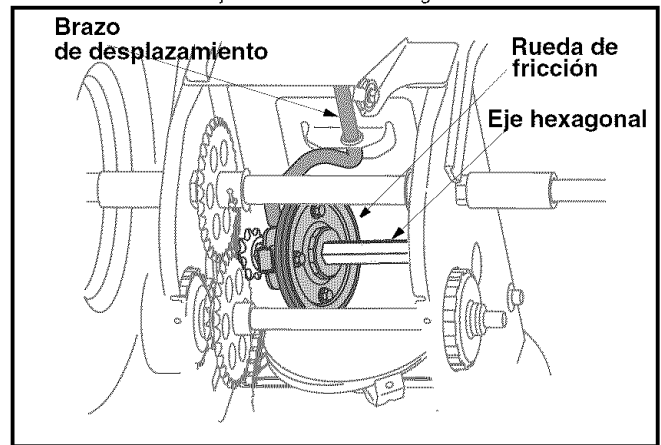

Figura 21
- Inserte el ensamblado del brazo de desplazamiento en el interior del ensamblado de la rueda de fricción y mantenga el ensamblado en su lugar. Vea la Figura 21.
- Instale el cojinete derecho en el eje hexagonal y verifique que el separador y el cojinete de la cubierta de transmisión están alineados con el eje orientable. Vea la Figura 21.